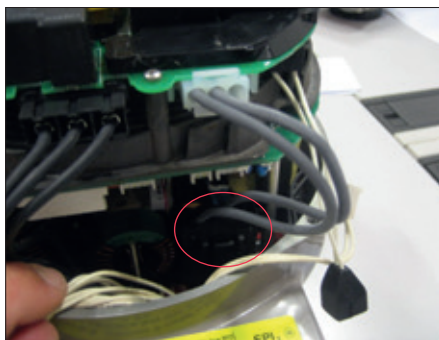

Figuur 19
- Sluit de driedraads voedingskabel van het klemmenbord aan op de OM13 (Figuur 19).